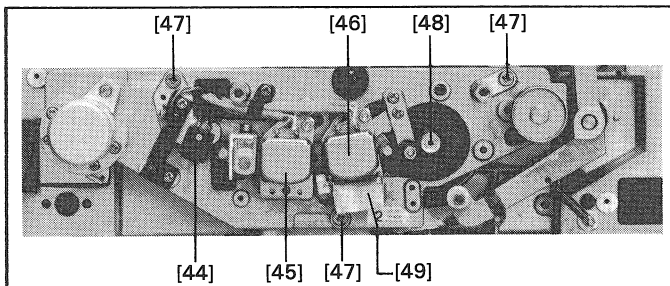

Fig. 20
- 3 Schrauben [47] (Fig.20) des Kopfträgers lösen.